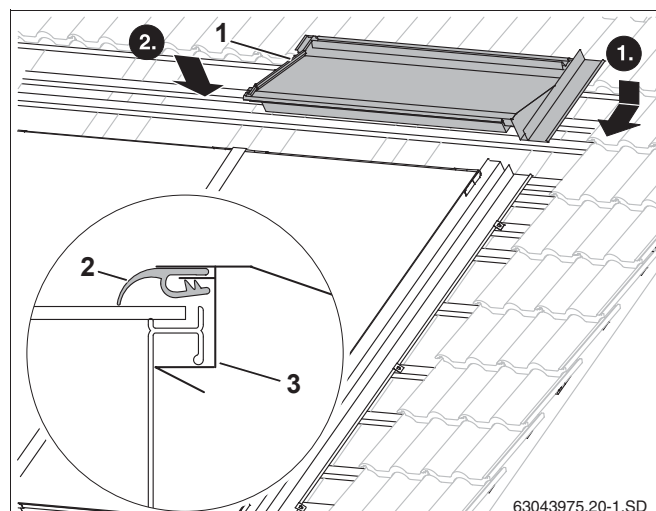

Рис. 55 Верхний правый накладной лист
- ▶ Введите верхний правый накладной лист (рис. 55, поз. 1) в правый боковой накладной лист.
- ▶ При нажатии на лист он входит под раму коллектора (рис. 55, поз. 3).
- ▶ Сверху на коллектор нужно уложить и вытянуть резиновый язычок (рис. 55, поз. 2).